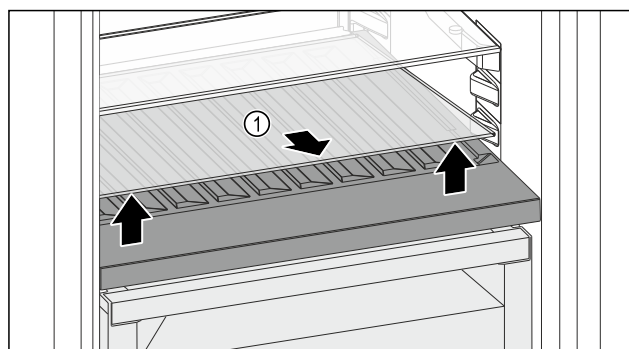

Fig. 120
- Emelje meg elől, a mélyedésnél az üveglapot Fig. 120 (1), és vegye ki.
- Biztonságosan tárolja az üveglapot Fig. 120 (1) a készüléken kívül.